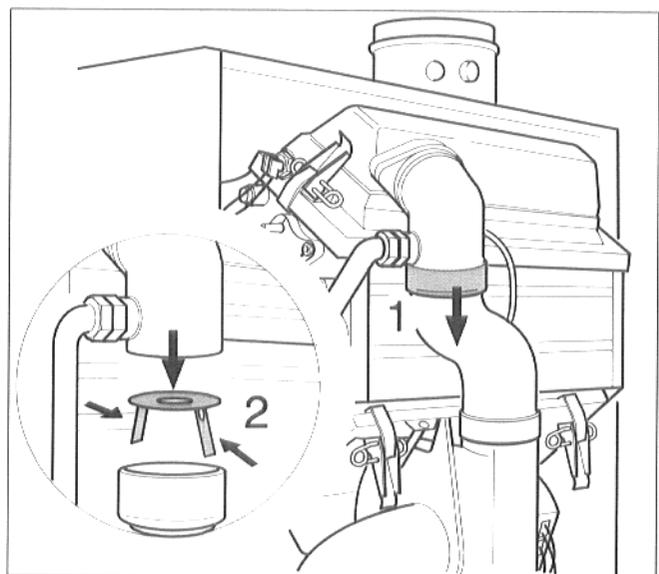

Abb. 42 Luftdüse wechseln
- Schlauch zum Gebläse abziehen (Abb. 42, Pos.1) und Luftdüse (Abb. 42, Pos. 2) entnehmen.